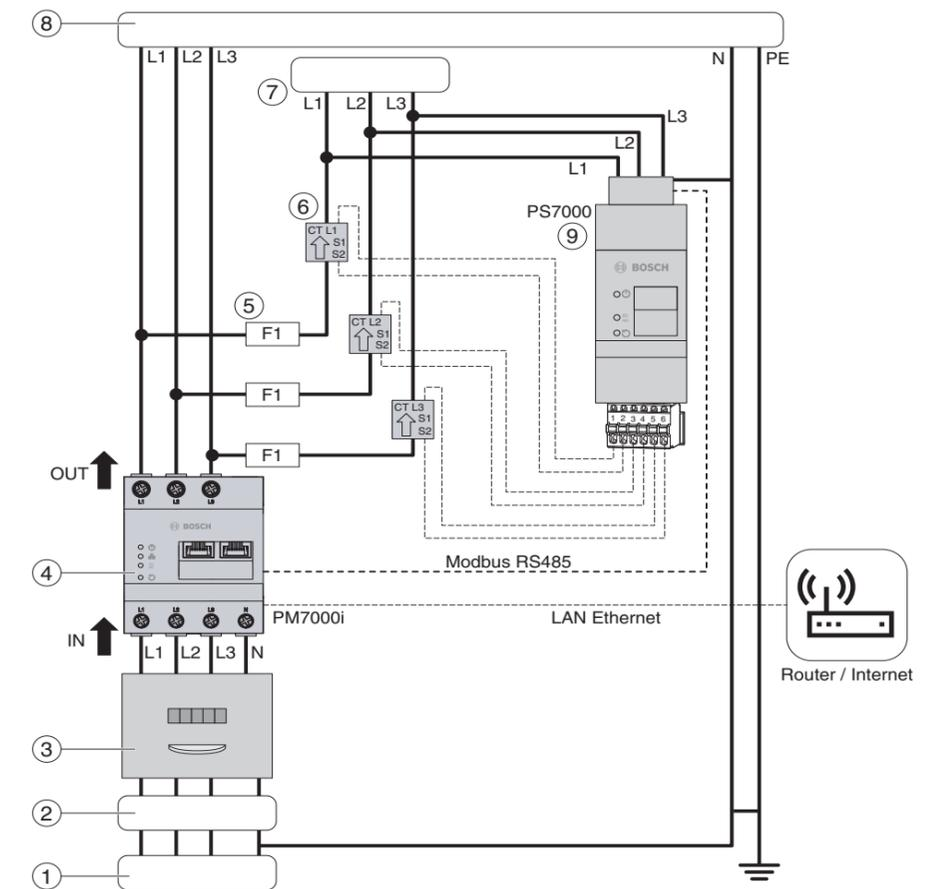

Bild 2 Anschlussschema
- Bei einem dreiphasigen Stromnetz die Außenleiter L1, L2 und L3 und den Neutralleiter N gemäß Anschlussschema (→ Bild 2) an den PM7000i anschließen.